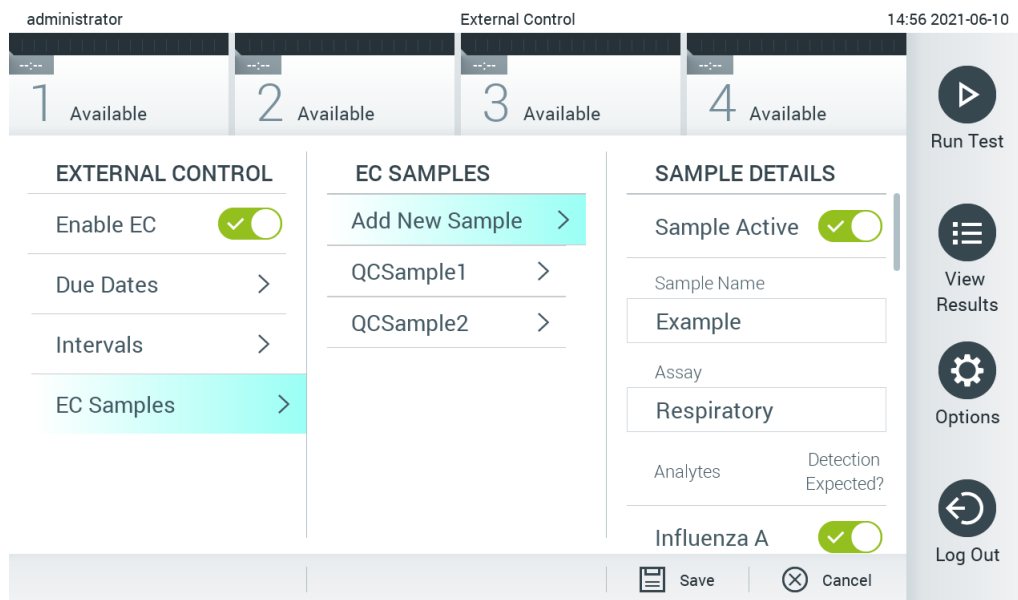

Рис. 53. Екран EC Samples (Зразки ЗК) зовнішнього контролю.
5. Натисніть **EC Samples** (Зразки ЗК), щоб додати або змінити зразки, що використовуються в тесті із зовнішнім контролем. Щоб додати новий зразок ЗК, натисніть **Add new Sample** (Додати новий зразок), а потім продовжуйте налаштування в правому стовпці (Рис. 53). Щоб редагувати зразок ЗК, виберіть наявний у середньому стовпці та продовжуйте налаштування в правому.